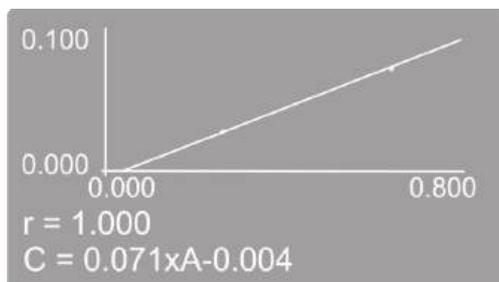

Рисунок 15 - Построение градуировки.
- После набора концентраций и измерения выбранного числа образцов на экране будет построен градуировочный график (Рисунок 15), приведены коэффициент корреляции  $r$  и градуировочное уравнение, которое сохраняется в памяти прибора и будет доступно в режиме «Загрузить градуировку» (пункт 8.10.2).
3. На экране будет построен градуировочный график (Рисунок 15), приведены коэффициент корреляции  $r$  и градуировочное уравнение.